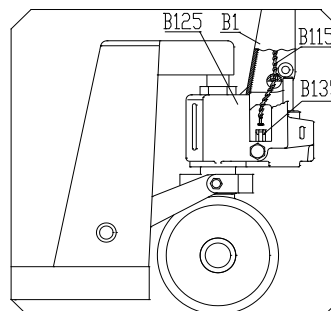

Рис. 2
- Поверните шкворень поворотной цапфы B118, чтобы установить вертикальную ось большого желоба шкворня поворотной цапфы. Расположите роликовую цепь B115 ручки поперек через желоб в шкворне поворотной цапфы B118. См. Рис. 2.
- Поместите винт и гайку на конце роликовой цепи B115 в паз опоры рычага B135. См. Рис. 2. и 5.